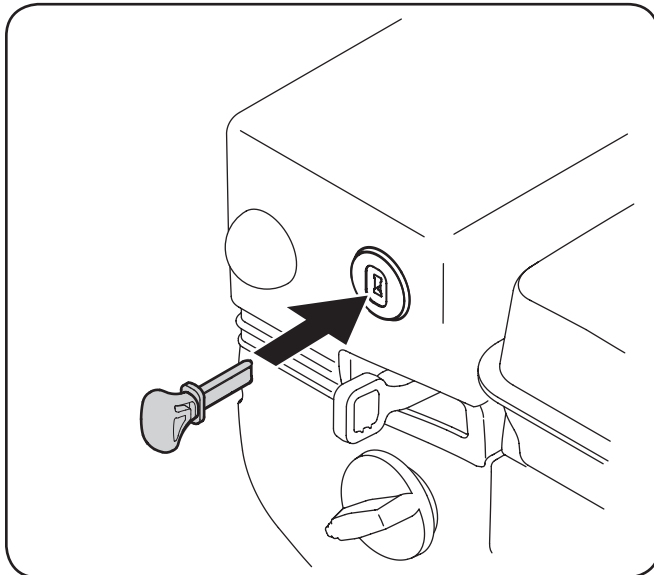

Figura 5-1
1. Inserte la llave de encendido completamente dentro de la ranura, Figura 5-1. Cerciérese de que calce bien en su lugar. NO gire la llave de encendido. El motor no puede arrancar si la llave no está insertada en el interruptor de encendido.